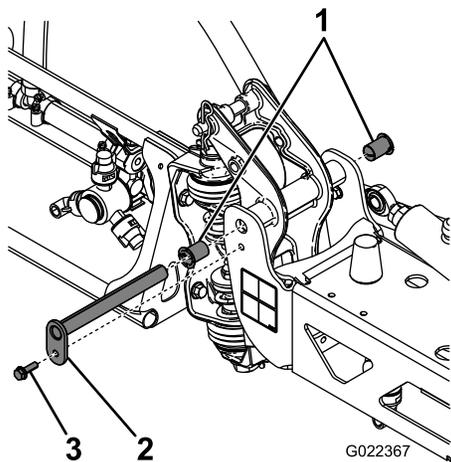

図 62
3. ブームを支えておきながら、ピボットピンをブームアセンブリに固定しているボルトとナットを取り外す 図 62。
4. ピボットピンを固定しているボルトとナットを外してピンを取り外す 図 62。
6. ナイロンブッシュを取り外し、ピボットブラケットの前面および後面側から見て点検する 図 62。
7. ナイロン製ブッシュに少量のオイルを塗り、ピボットブラケットに取り付ける 図 62。
8. センターフレームにブーム&ピボットブラケットアセンブリを取り付け、穴を整列させる 図 62。